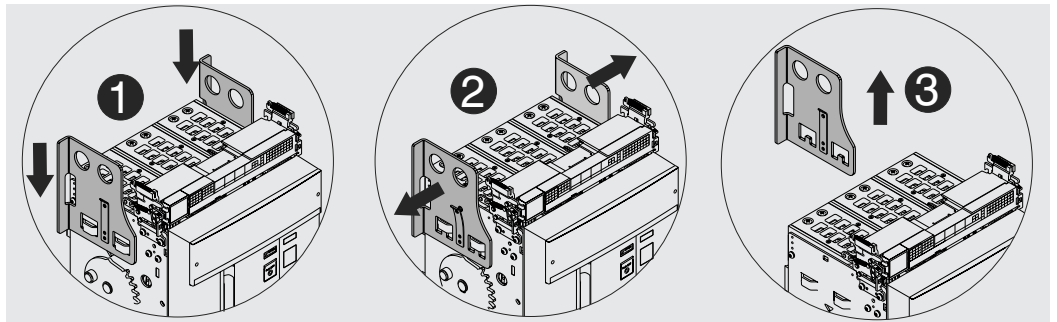

Figura 90
5. Desenganchar la lengüeta y quitar de la parte móvil las placas de elevación. Véase Figura 90.